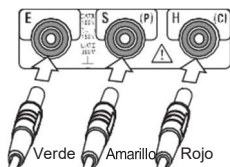

Figura 7-10
- (1) Conecte los cables de prueba como se muestra en la Figura 7-10. MODEL7127 terminales B (rojo) a H(C) y S(P), y MODEL7127B (verde) a EARTH (E).